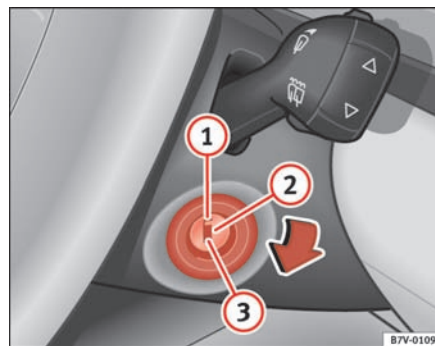

Fig. 126 Tændingsnøglen stillinger
I denne stilling ⇒ fig. 126 ① er tændingen afbrudt, og rattet kan låses.
- Drej tændingsnøglen til position **3** ⇒ side 156, fig. 126 for at starte motoren.
- Drej tændingsnøglen til position $\Rightarrow$ side 156, fig. 126 ②. Advarselslampen ∞ lyser for at vise, at gløderørene forgløder motoren.
- Når advarselslampen slukker, skal du dreje nøglen til position ③ for at starte motoren. Giv ikke gas.
- Drej tændingsnøglen til position $\Rightarrow$ side 156, fig. 126 ①. ►